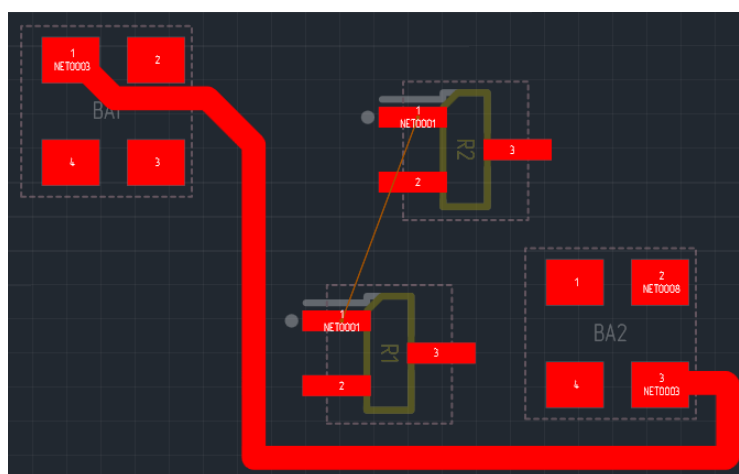

Рис. 161 Трек с требуемой траекторией
3. Повторяются действия, описанные в пунктах 1 и 2, пока не будет сформирована требуемая траектория трека, см. Рис. 161.